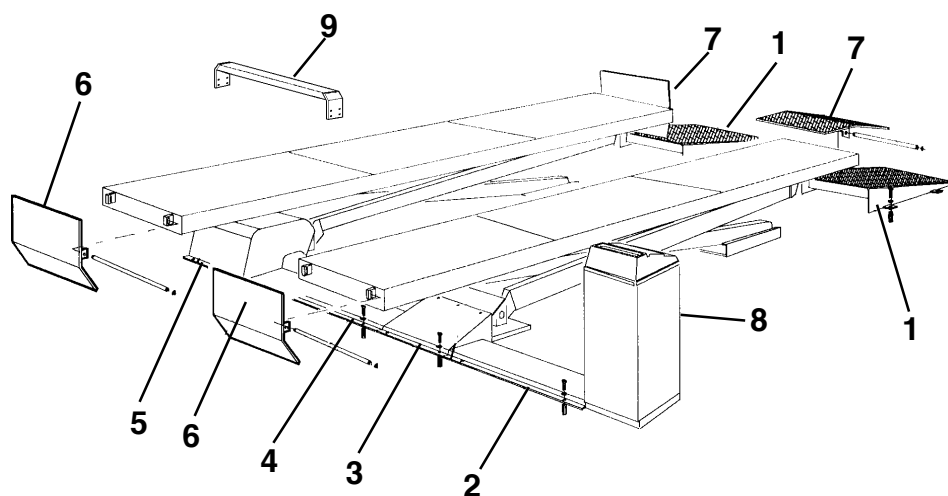

Fig. 37
Rif. Fig. 37. Posizionare le rampe (1) e, utilizzando i fori sulle staffe come dime, forare con punta da 12 mm., profondità 80 mm. Inserire i tasselli in dotazione e serrare a fondo.
Rif. Fig. 37 - Montare gli arresti (7-6).
Ref. Fig. 37. Position the run-up ramps (1) and, using the holes on the brackets as templates, drill to a depth of 80 mm using a 12 mm drill. Fit the anchors provided and tighten well.
Ref. Fig. 37 - Fit the stops (7-6).
Zu Abb. 37. Die Rampen (1) positionieren, die Bohrungen auf den Bügeln als Schablonen verwenden und mit einem 12 mm Bohrer 80 mm tief bohren. Die mitgelieferten Dübel einsetzen und festziehen.
Zu Abb. 37- Die Abroll Sicherungen (7-6) montieren.
Réf. Fig. 37. Positionner les rampes (1) et, en utilisant les trous des brides comme gabarit, percer avec une mèche de 12 mm, à une profondeur de 80 mm. Introduire les vis tamponnées incluses dans la fourniture et serrer à fond.
Réf. Fig. 37. Installer les arrêts (7-6).
Ref. Fig. 37. Colocar las rampas (1) y, utilizando los orificios de las abrazaderas como plantillas, agujerear con un taladro de 12 mm., a una profundidad de 80 mm.
Ref. Fig. 37 - Montar los frenos (7-6).